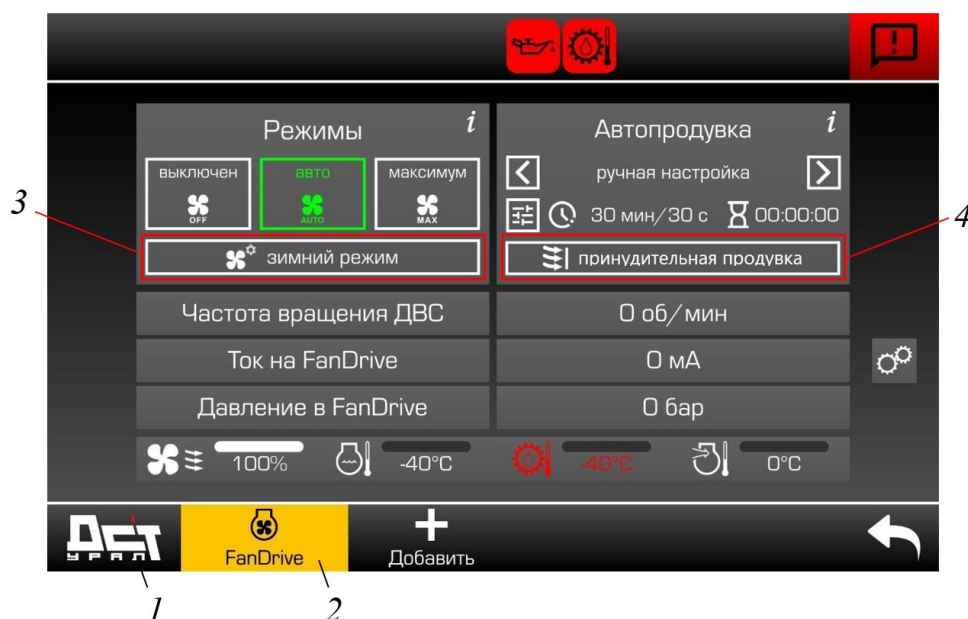

Рисунок 5.73. Активация реверсного режима работы вентилятора
- открыть меню 1 и выбрать страницу «FanDrive», поз. 2 (рис. 5.73);